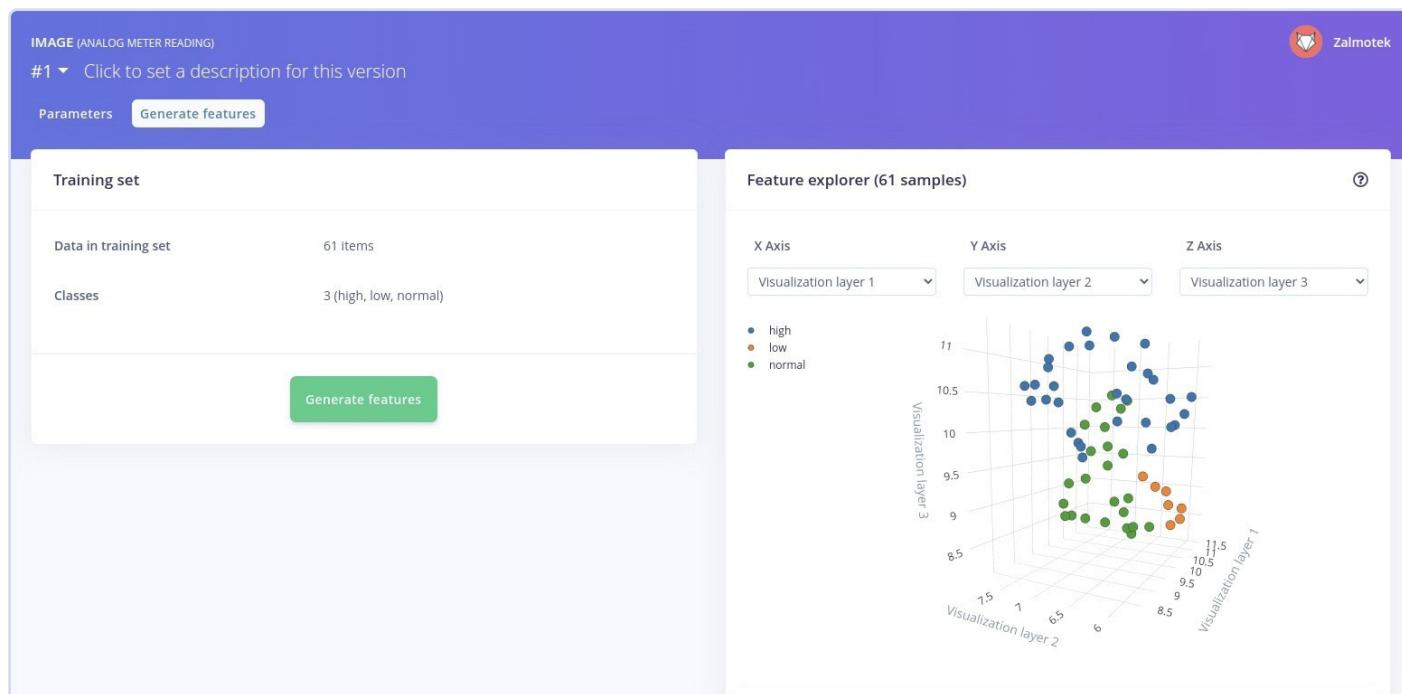

Bild 13. Visualisierung der Feature-Explorer-Verteilung der Klassen (niedrig, normal, hoch) nach Merkmalserstellung.
*RGB* gewählt. Sie können die erzeugten Merkmale auch im *Feature explorer* visualisieren, gruppiert nach Ähnlichkeit (Bild 13). Eine gute Faustregel ist, dass gut getrennte Cluster im Feature Explorer für das Machine-Learning-Modell leichter zu erlernen sind.